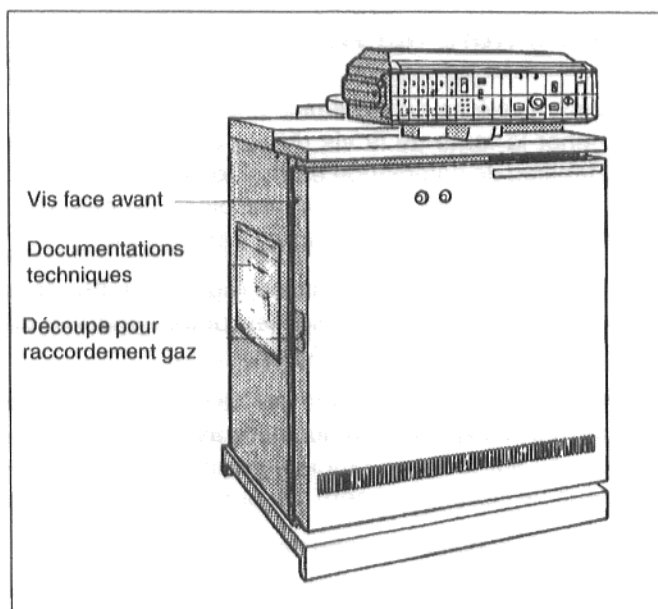

Fig. 37: G324 XZ
- Si le raccordement au gaz est situé sur la face latérale de la chaudière sur laquelle la découpe pour le raccordement au gaz est munie d'un couvercle sur la face avant, dévisser ce couvercle et le visser sur la face opposée (fig. 37).
- Insérer les vis de sécurité supérieures latérales gauches et droites dans la face avant (fig. 37).
- A l'aide des deux vis jointes, fixer le sachet transparent contenant les documents techniques sur la face latérale la plus visible (fig. 37).